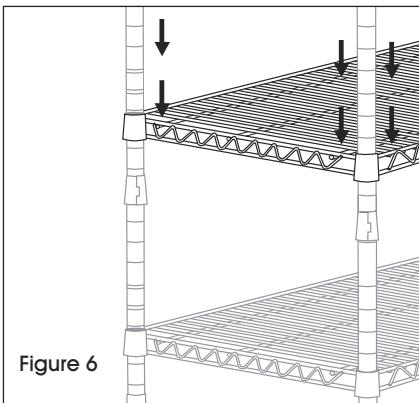

Figure 6
4. Comptez les prochaines 15 à 16 fentes sur le montant à partir de la dernière tablette. Attachez les supports de tablette aux montants puis ajoutez une tablette et fixez-la en place (Voir Figure 6). Répétez l'opération pour installer les tablettes restantes.